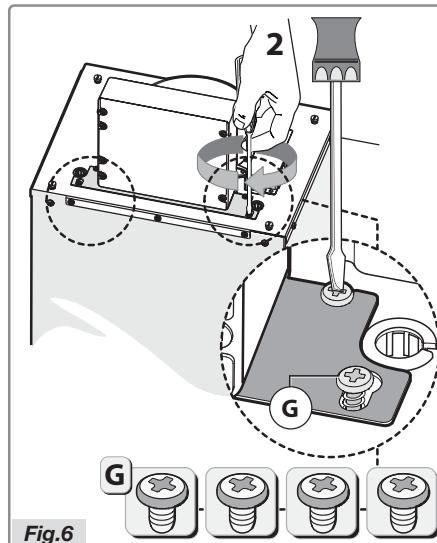

Fig.6
- Assemblez l'élément de fixation avec les quatre vis **G**, comme indiqué à la figure 6.